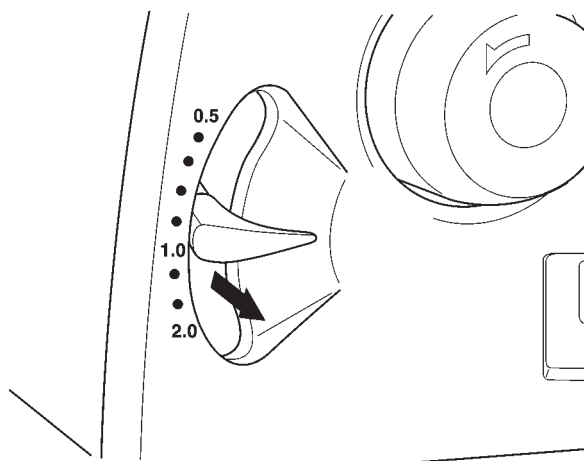

Рис. 6
- Снимите в правую сторону регулировочную ручку дифференциального транспортера (рис. 6).